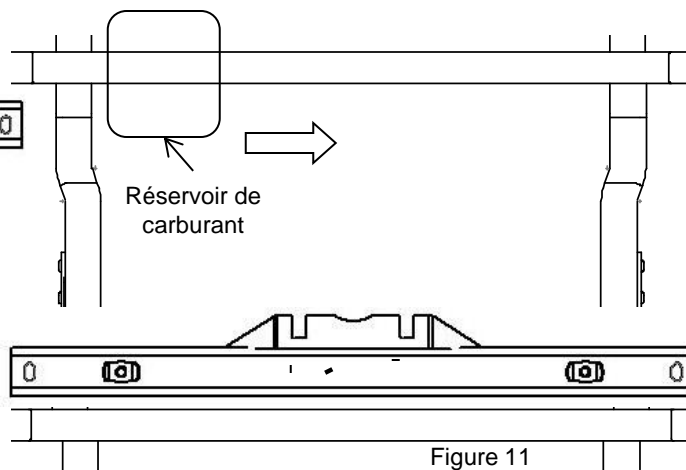

Figure 11
Étape 16C : Insérer la deuxième traverse de montage depuis la roue arrière côté conducteur, bien au-dessus du cadre. Appuyer la traverse sur les deux longerons de châssis (Figure 11).